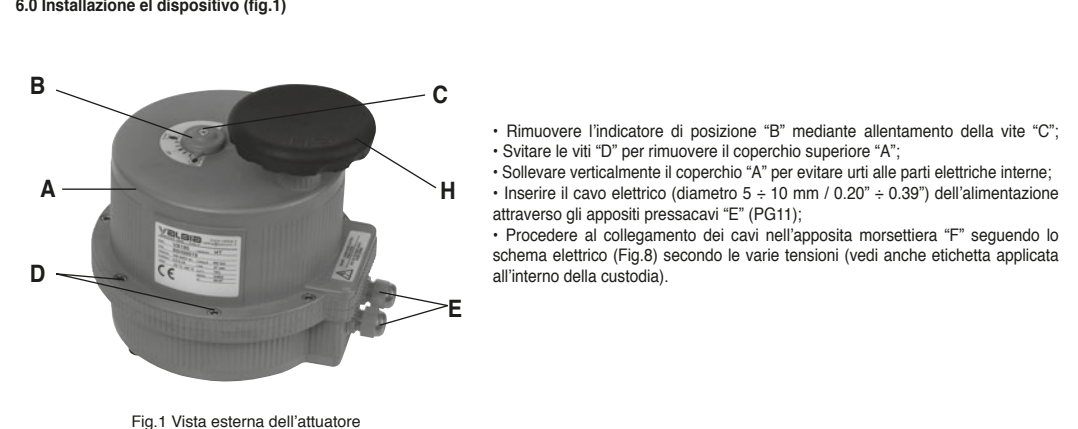

Fig.1 Vista esterna dell'attuatore
**6.7 Chiusura custodia attuatore elettrico (Fig.1)**
Tutti gli attuatori elettrici VALBIA, sono dotati di un volantino esterno "H" (Fig.1), mediante il quale è possibile effettuare manualmente le operazioni di apertura e di chiusura.